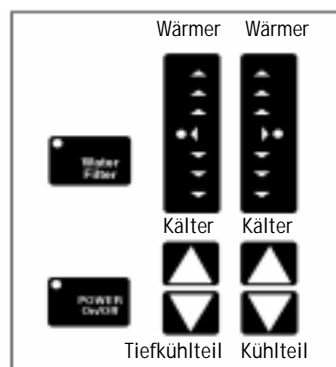

Fig. 4
4. Einstellen der elektronische Regler (Abb. 4)